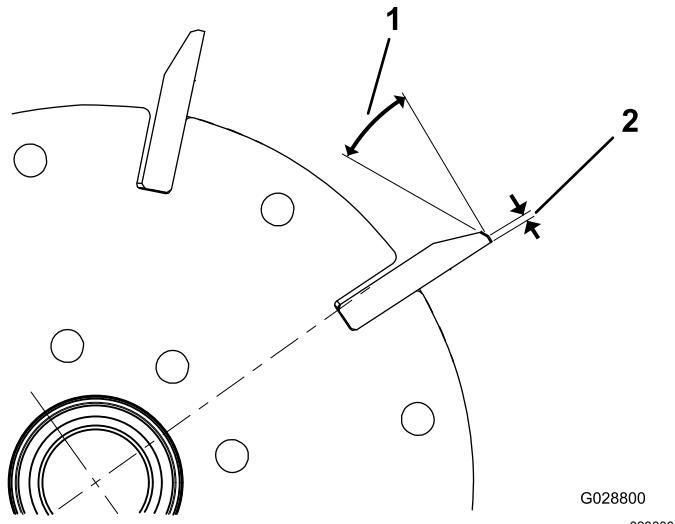

図 34
1. 全部のリール刃に 30°の角度で2番削りを行って、ランド部の幅を 1.3mm にしてください **図 34**。